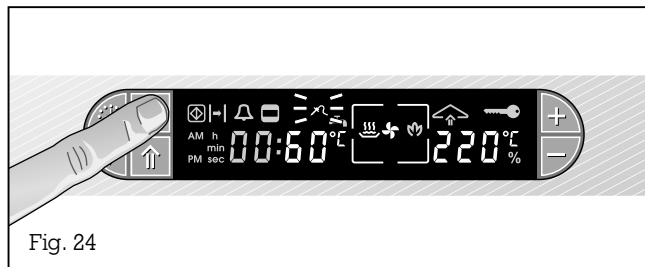

Fig. 24
- Appuyez 2 fois sur la touche ^ (sonde de température à cœur). Le symbole ^ (sonde de température à cœur) clignote sur l'afficheur qui propose également une valeur par défaut égale à 60 °C (fig. 24).